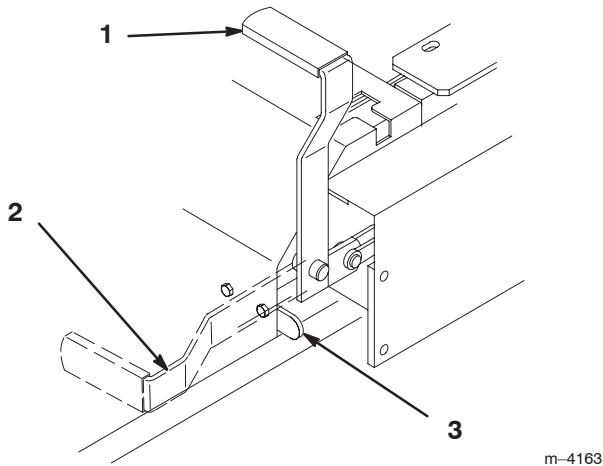

Figure 9
2. Tirez le frein de stationnement en arrière et vers le haut pour le serrer (Fig. 9). Une fois **serré**, le frein de stationnement ne doit plus bouger.
1. Poussez le levier du frein de stationnement vers l'avant et vers le bas (Fig. 9) afin de le desserrer. Le frein de stationnement est **desserré** et le levier est en appui contre la butée du frein.